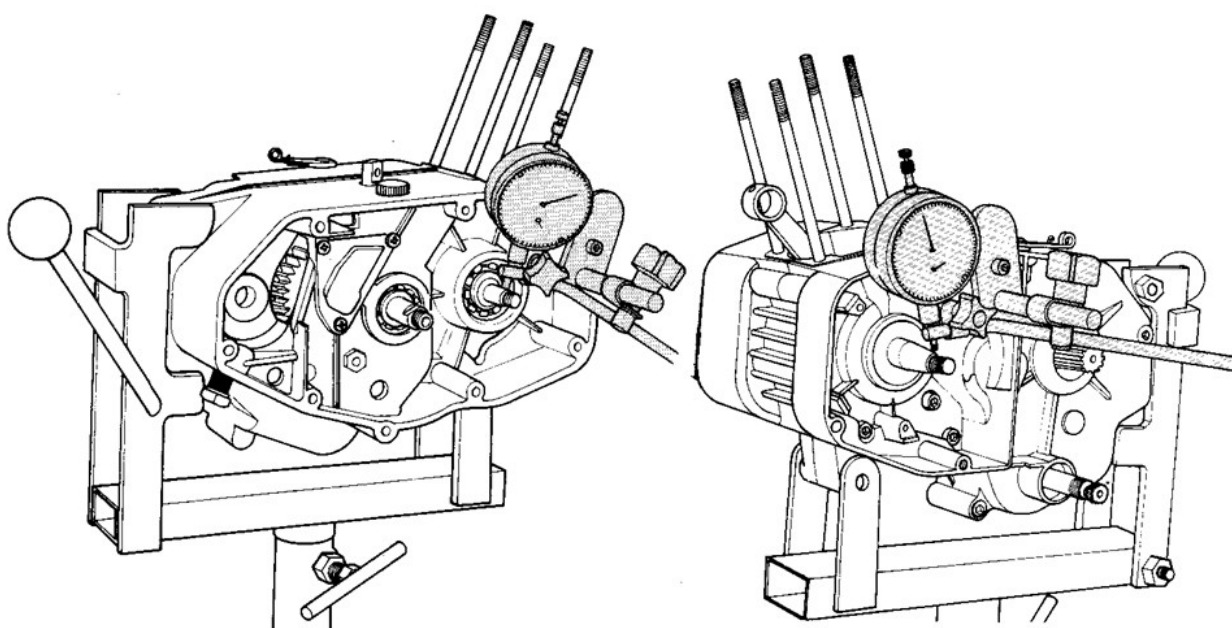

FIG. 44 Controllo coassialità semialberi
- 8) MONTARE i grani di riferimento e le 13 viti di unione bloccandole con $1 \div 1,2$ kgm controllare con un comparatore la eccentricità dei due semialberi dell'imbiellaggio. Il valore massimo di eccentricità **non deve essere superiore a 0,04 mm** (fig. 44). In caso contrario smontarlo e farlo centrare da un'officina specializzata. Controllare quindi che tutti gli alberi ruotino liberamente, in caso contrario battere assialmente su di essi per consentire eventuali assestamenti. Verificare inoltre che non vi sia nessun albero con gioco assiale eccessivo nel qual caso si richiede la riapertura dei semicarters e la sostituzione della rondella di spessoramento superiore con altre di spessore più appropriato.